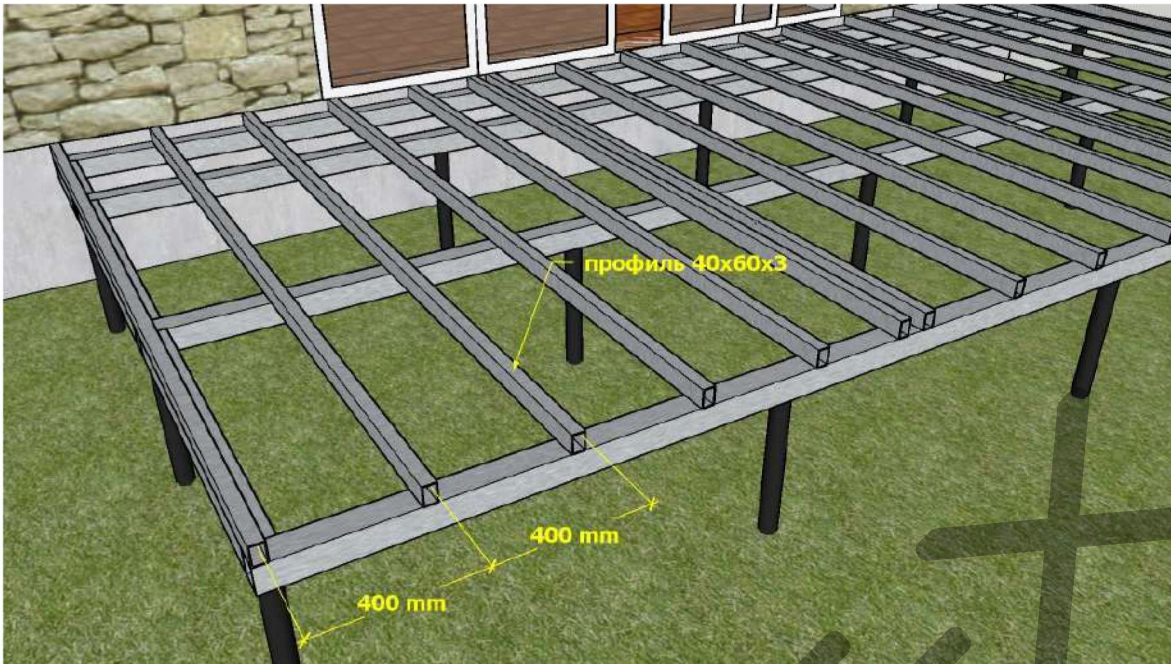

Рис. 2
5. Сверху наваривают второй уровень каркаса (лаги) из стального квадратного профиля 60x40x3 с шагом не более 400 мм по центрам (рис.2).